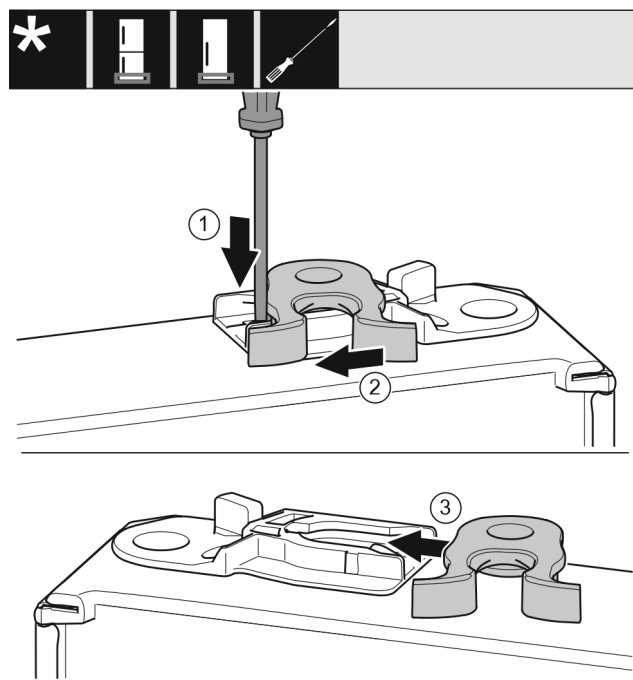

Fig. 46 *
- Прижмите накладку Fig. 46 (1) шлицевой отверткой вниз.*
- Выведите запорный крючок Fig. 46 (2) из направляющей.*
- Вставьте запорный крючок Fig. 46 (3) в направляющую с другой стороны.*